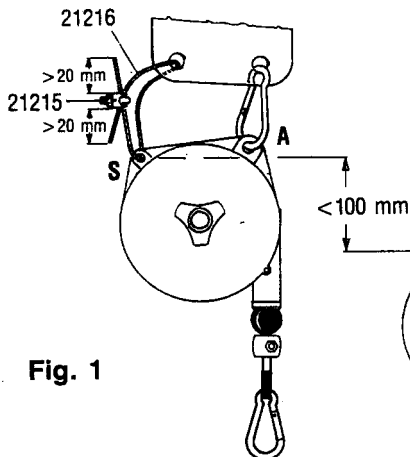

Fig. 1
- Fest opphenget S med en fleksibel kabel til et passende opphengspunkt og la det være igjen en maksimum ekstra bevegelsesdistanse på 100mm (Fig. 1). Balansetaljen må fritt kunne stille seg på linje med belastningen.
- Prenda o S de suspensão com um cabo flexível a um suporte adequado deixando um curso máximo extra de 100mm (Fig. 1). O equilibrador tem que estar livre para alinhar com a carga.